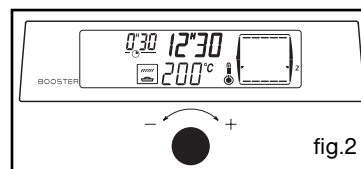

fig.2
- Après ces 3 actions, le four chauffe et l'indicateur  dans l'afficheur s'illumine, vous indiquant que la fonction est en service. Cinq minutes avant la fin de cuisson, l'indicateur "GRIL SAVEUR" clignote (fig.2).